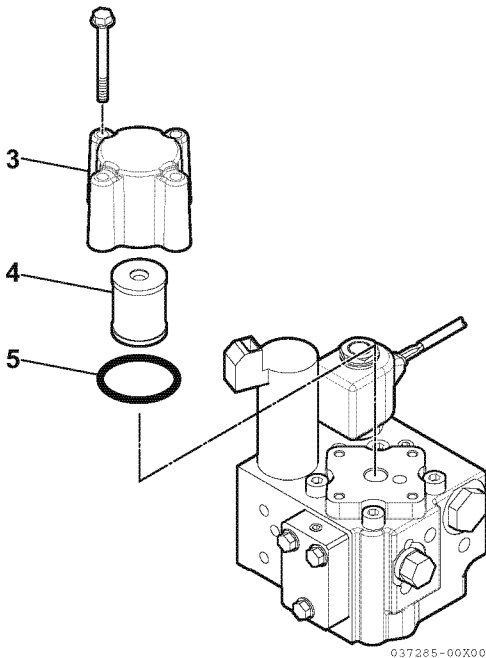

Figura 5
2. Rimuovere l'involucro della cartuccia del filtro (3, **Figura 5**).
3. Rimuovere la cartuccia del filtro (4, **Figura 5**).
4. Rimuovere e sostituire l'O-ring (5, **Figura 5**).